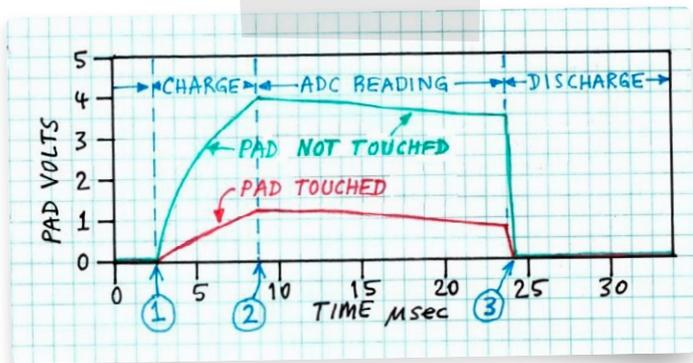

Bild 2. Spannung gegen die Zeit für ein unberührtes und ein berührtes Touchpad.
Bild 2 zeigt ein Diagramm, das die Signalspannung des Pads in Abhängigkeit von der Zeit während der Lesesequenz darstellt. Die obere (grüne) Kurve zeigt die Pad-Spannung, wenn das Pad nicht berührt wird: Die Pad-Kapazität ist sehr niedrig, daher lädt sie sich schnell auf und erreicht eine relativ hohe Spannung. Zum Ende der Ladezeit (2) wird die Stromquelle ausgeschaltet und die ADC-Wandlungssequenz gestartet. Aufgrund des Leckstroms der Diode und des ADC-Eingangs entlädt sich die Kapazität langsam, aber dies ist kein Problem, da der ADC die Spannung schon zu Beginn der Wandlung (Punkt 2) abtastet. Der Eingangswert im ADC bleibt also konstant, bis am Ende der Wandlungssequenz (Punkt 3) der ADC-Wert ausgelesen und in einem Array gespeichert wird. Schließlich wird das Touchpad entladen, um es für die folgende Messung vorzubereiten.